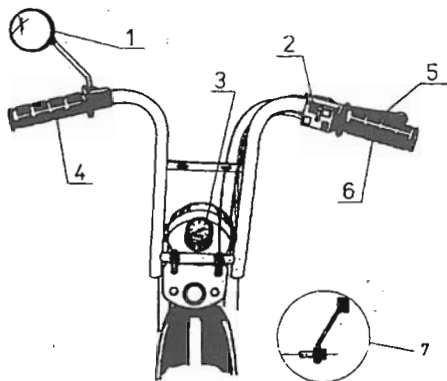

Bild Nr. 1 - Steuerelemente
6.1 Steuerelemente + Zubehör (Bild Nr. 1)
Der kombinierende Einschalter (Bild Nr. 1/2) schaltet das Licht und den Summer ein, den Motor schaltet es aus.
Tachometer (Bild Nr.1/3) mißt die Fahrgeschwindigkeit und stellt den Kilometerstand fest.
Die Steuerhebel der Vorderbremse (Bild Nr.1/5) setzt die Bramsbacken des vorderen Rads in Gang. Bremsen Sie immer mit beiden Bremsen (vorderer und hinterer Fußbremse) gleichzeitig.
Drehen Sie den Handgriff (Bild Nr. 1/6) zu sich, die Karburator-Drosselkappe bewegt sich nach unten - sinkt, wird der Motordrehzahl höher bzw. niedriger.
Die Steuerhebel der hinteren Bremse (Bild Nr.1/7) befindet sich an der rechten Seite bei der Fußraste. Wenn Sie die Hebel der hinteren Bremse drücken, werden die Bramsbacken der hinteren Bremse in Gang gesetzt und das Bremslicht eingeschaltet.